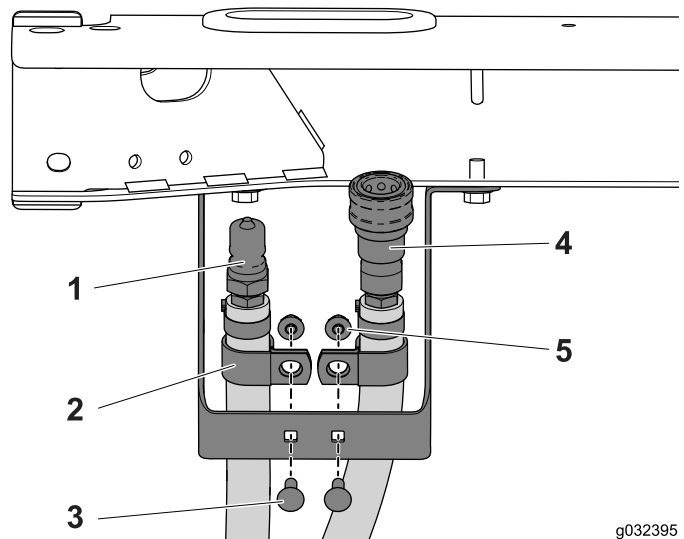

Figura 28
3. Posicione um grampo em R por cima de cada tubo (Figura 28).
4. Utilize os 2 parafusos de carroçaria (1/4 pol. x 3/4 pol.) e porcas flangeadas para instalar o grampo em R e o conjunto do tubo na montagem do suporte (Figura 28).